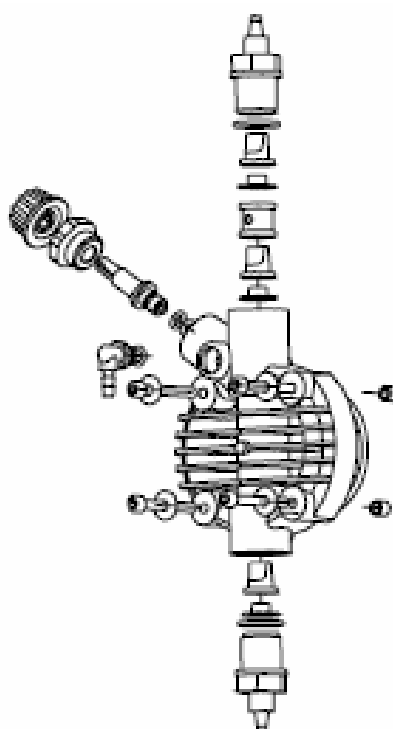

Fig. 10
- De toevoegingconcentratie in het systeem. Een te lage concentratie in het systeem kan duiden op slijtage van de kleppen. In dit geval dienen deze te worden vervangen (fig.10). Het verstopt raken van de filter kan eveneens een oorzaak zijn voor een lagere concentratie. Dit kan worden opgelost door het filter te reinigen zoals beschreven in punt 3 hieronder.
- 3 - Waarschuwing: Indien het water in aanraking komt met de zwavelzuuroplossing kan een chemische reactie een grote hoeveelheid gas veroorzaken, en gepaard gaan met een warmteontwikkeling welke schade kan aanbrengen aan kleppen en pompkop. Deze operatie kan ook worden gedaan zonder aansluiting van de spanning, door de pomp zonder aangesloten slangen 15 tot 30 seconden ondersteboven te houden. Indien dit niet mogelijk is, kan de pompkop worden gedemonteerd en weer gemonteerd door de 4 pompkop schroeven te gebruiken. (fig.10)